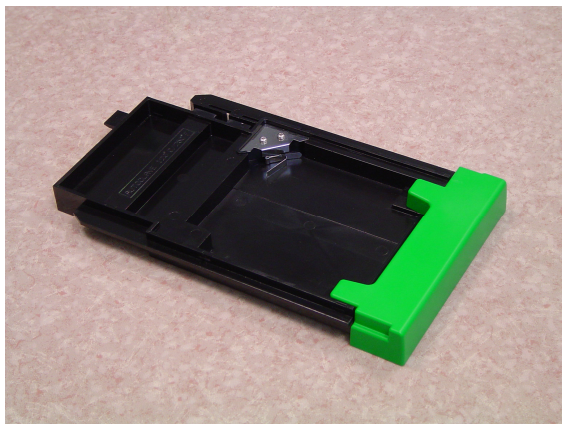

図 3
4. 洗浄 (消毒) 液で湿らせた布でプレートキャリア (図 3) の全ての面を拭きます。